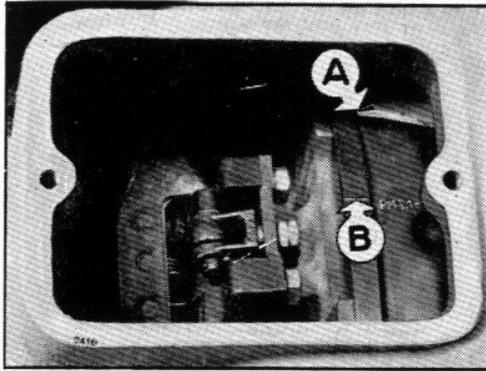

FIG. 24.
- Virer le moteur au moyen de la manivelle, jusqu'à ce que le repère (P.M.S. 1-4) gravé sur le volant (fig. 24, rep. B) coïncide avec l'index métallique (rep. A) fixé à l'intérieur de la première partie cloisonnée du carter intermédiaire. Dans cette position, les pistons des cylindres n° 1 et 4 se trouvent au point mort haut, l'un en phase de compression, et l'autre en fin d'échappement et début d'admission.